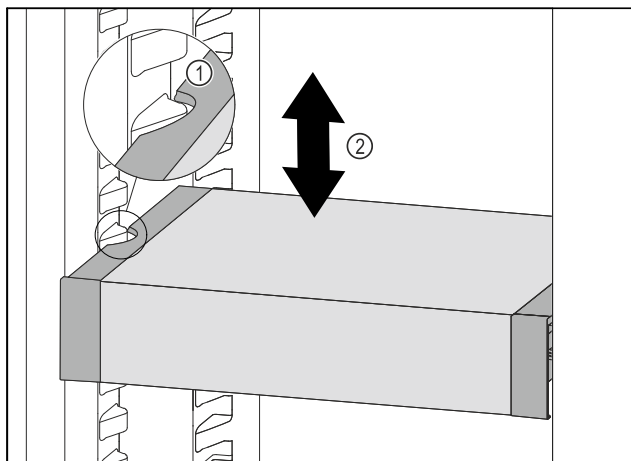

Fig. 86
- ▶ VarioSafe ťahajte dopredu, dokým sa bočné vybrania VarioSafe nebudú nachádzať vo výške rebra nádoby v chladničke. Fig. 86 (1)
- ▶ VarioSafe v chladničke presúvajte nahor alebo nadol, dokým sa dosiahne požadovaná výška. Fig. 86 (2)